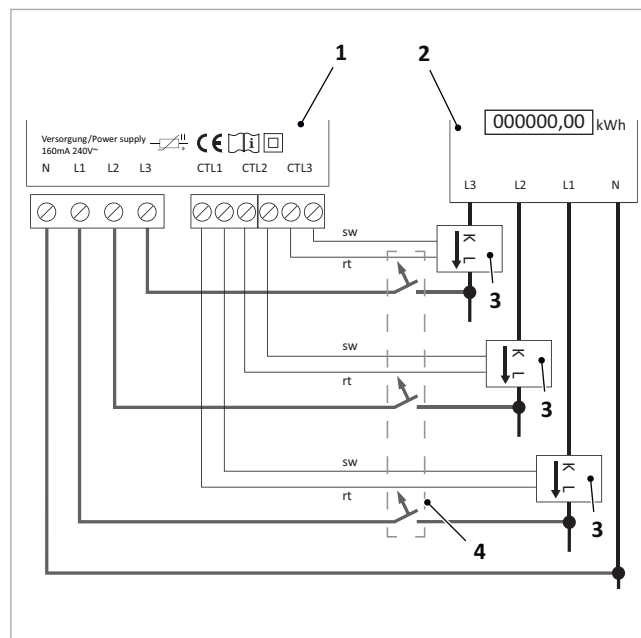

Abb. 11: Schaltplan Leistungsmesser am Stromnetz
3. Stromsensoren gemäß → Abb. 11 unmittelbar vor dem Stromzähler um die Leiter (L1 - L3) clipsen. Der in den Stromsensoren aufgeprägte Pfeil muss in Richtung der Verbraucher zeigen.